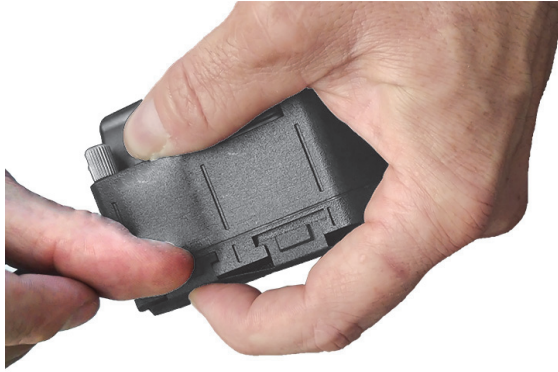

图 3-3 拆卸垫圈保护框
1. 用一只手将垫圈保护框按压到探头托架的主体上（参见第55页的图 3-3）。